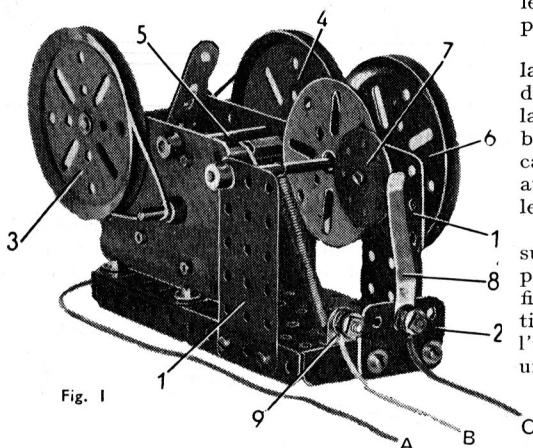

Fig. 1
Un escalier et une plate-forme d'accès (fig. 1) peuvent également agrémenter le modèle. La volée oblique de l'échelle est formée par deux bandes de 19 trous dont l'extrémité inférieure est boulonnée à l'angle des poutrelles plates (4). Elles sont reliées par des supports plats à une bande coudée de 38 × 12 mm. fixée sur une des bandes (5). La partie verticale de l'échelle est constituée par deux bandes de 25 trous fixées aux bandes de 19 trous précédentes et réunies au montant de la tour par une équerre de 26 × 12 mm. Les barreaux de l'échelle sont des bandes coudées de 38 × 12 mm. Une cage de sécurité formée d'une bande de 19 trous (41) et trois bandes de 9 trous incurvée est montée sur la partie verticale de l'échelle.
La plate-forme d'accès (fig. 1 et 3) est formée d'une cornière de 15 trous (42) aux extrémités desquelles sont boulonnées perpendiculairement des cornières de 5 trous. Le plancher de la plate-forme est constitué par deux plaques flexibles de 6 × 6 cm. Une ouverture dans la plate-forme correspond à l'arrivée de l'échelle.